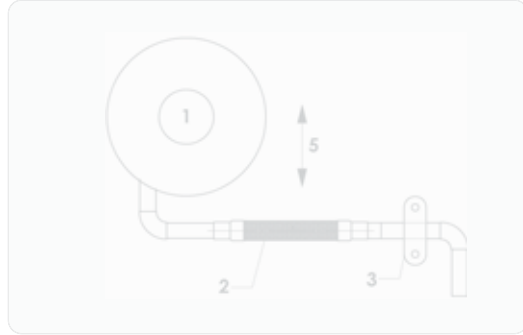

FIG 1 SYSTÈME SIMPLE
3. Les éliminateurs de vibration doivent être installés perpendiculairement au sens des vibrations. Lorsque des vibrations sont présentes sur deux plans, deux éliminateurs de vibration doivent être utilisés. Voir figures 1 et 2.